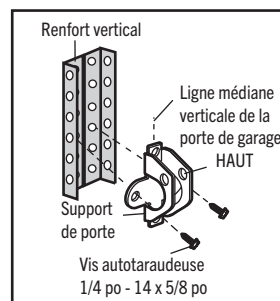

Figure 2A
- Percez des trous de fixation de 3/16 po. Fixez le support de porte à l'aide des deux vis autotaraudeuses 1/4 po - 14 x 5/8 po. (Figure 2A)